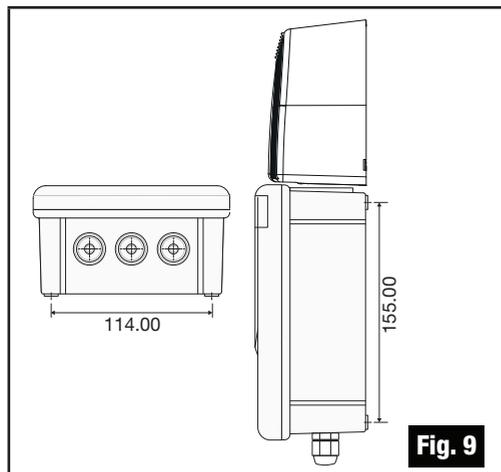
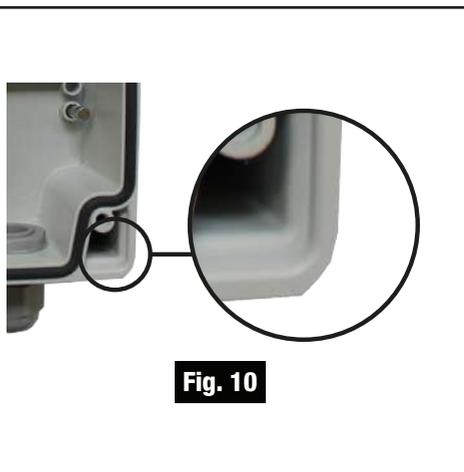

Fig. 9
Fig. 10
2. Fissare **BAXS900** a parete, in posizione verticale, tenendo conto delle quote di fissaggio (Fig. 9). Utilizzare le viti fornite. Fare attenzione a non danneggiare parti elettriche.
Per fissare correttamente a muro la centrale vedere le quote con i vari interessi di foratura (Fig. 9) ed i corretti punti di fissaggio nei quattro angoli del box (Fig. 10).